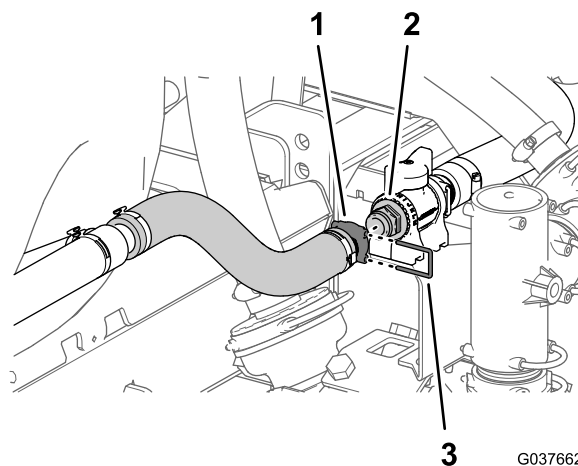

Figura 57
6. Montate il raccordo diritto dentellato del gruppo ugelli dell'agitatore sull'accoppiatore rapido della valvola di accelerazione dell'agitatore con il fermo fornito in dotazione con il gruppo flessibili dell'agitatore (Figura 57).